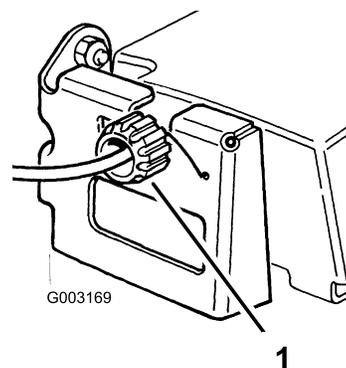

Figure 30
2. Tournez le bouton de commande de 1/2 tour dans le sens horaire si la machine n'avance pas automatiquement. Si la machine a tendance à avancer, tournez le bouton de 1/2 tour dans le sens antihoraire pour détendre le courroie (Figure 30).